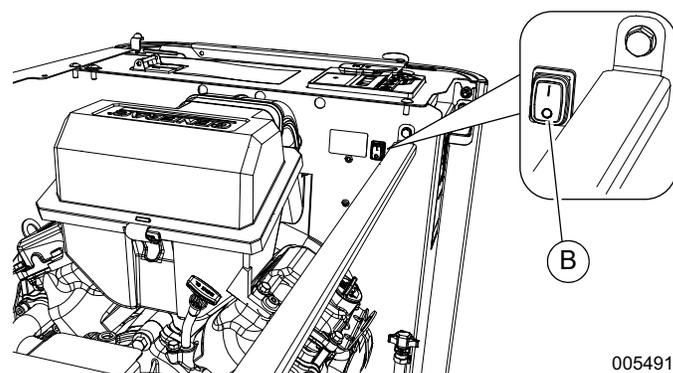

Figure 3-7. Interrupteur d'arrêt d'urgence interne
Voir la **Figure 3-7**. Le second interrupteur d'arrêt d'urgence (B) se situe à l'intérieur de la génératrice.